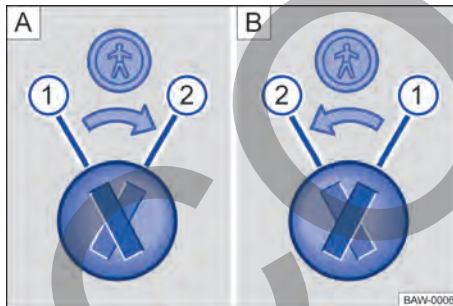

Fig. 46 Cierre de seguridad para niños: [A] puerta trasera izquierda, [B] puerta trasera derecha.
Leyenda para → fig. 46:
- Introducir la paleta de la llave en la ranura del bloqueo de seguridad para niños para activarlo o desactivarlo → fig. 46.